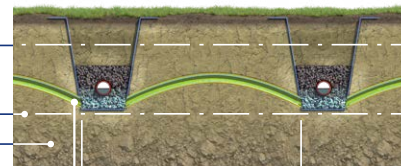

Abb. 5
1. Entwässerungsgräben ausheben. Für eine optimale Entwässerung sollten die **AGRODRÄN**-Rohre im Abstand von höchstens 5 bis 6 m zueinander (Abb. 5) gelegt werden.